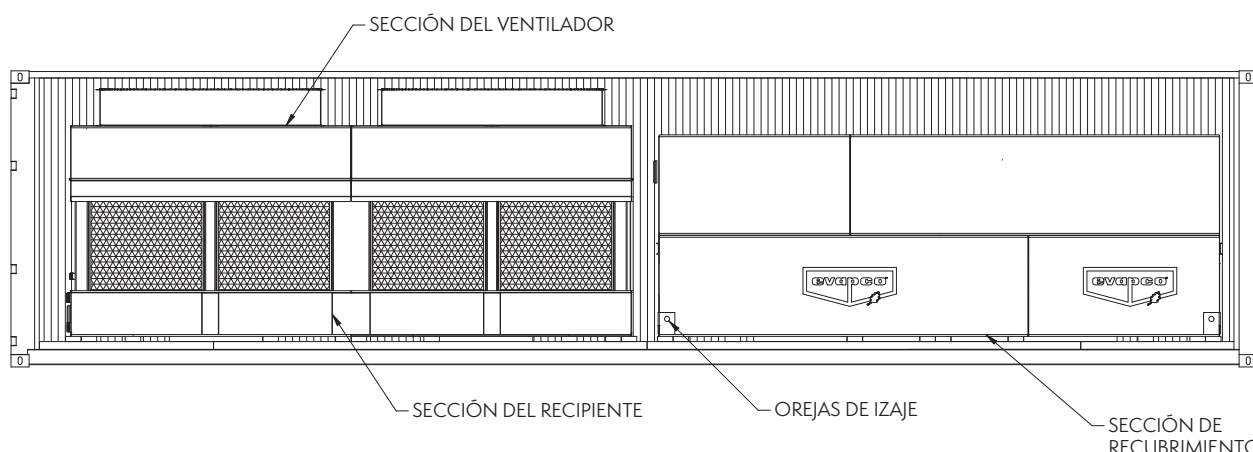

Figura 11 – Envío de contenedor high cube de 40'
* HC significa "high cube" o "cubo alto". Los contenedores high cube tienen un pie adicional de altura, lo que permite que los cilindros de ventilador estándar se envíen ya montados a las secciones del ventilador (ver Figura 11 para un ejemplo de contenedor high cube).
La Figura 11 muestra un ejemplo de una unidad de 7' x 18' que se envía en un contenedor high cube de 40'. Un contenedor high cube se usa para que los cilindros del ventilador se envíen conectados a la sección del ventilador. En este caso, la sección del ventilador está unida con pernos sin ajustar a la sección del recipiente.